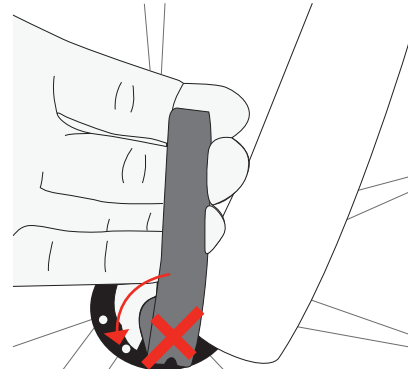

Abb. 39. Sicherstellen, dass der Hebel sich nicht drehen lässt.
- Test B. Vergewissern Sie sich, dass sich der Klemmhebel nicht drehen lässt (Abb. 39).